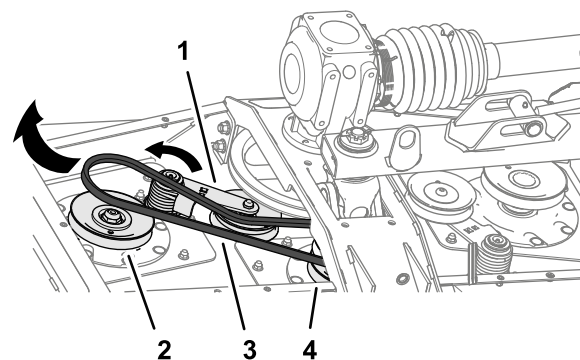

Figure 66
3. Au moyen d'une poignée articulée ou d'un outil similaire, faites tourner le tendeur de la petite courroie dans le sens antihoraire et déchaussez la courroie de la poulie de tendeur (Figure 66).